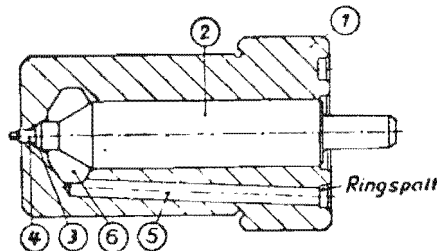

Bild 15 Einspritzdüse
Der von der Einspritzpumpe ankommende Kraftstoff wird über das Stabfilter (10), das im Druckrohrstützen (3) gelagert ist, über die Bohrung (11) des Haltegehäuses auf einen Ringspalt der Einspritzdüse (siehe Bild 15) geleitet.
3.62 Die Einspritzdüse (Bild 15)